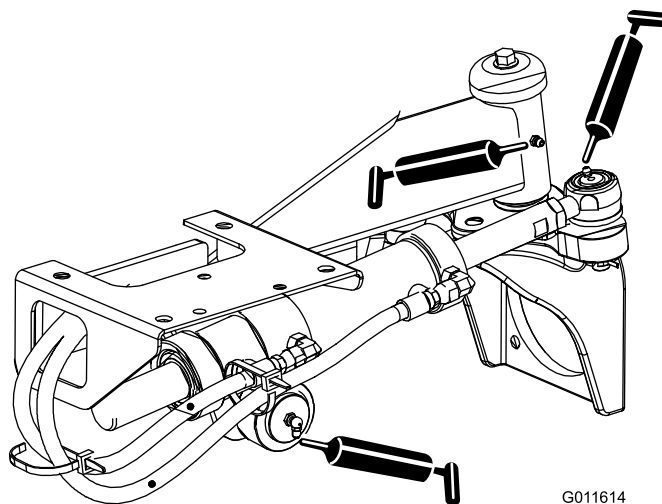

Figure 35
- Rotules de vérin de direction (2) et essieu arrière (1) (Figure 35)